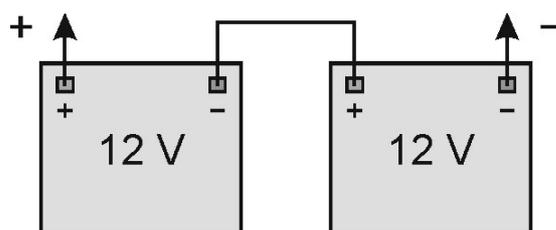

Рисунок 11
12.2.6 Подключите новые аккумуляторные батареи согласно схемы, приведенной на рис. 11.